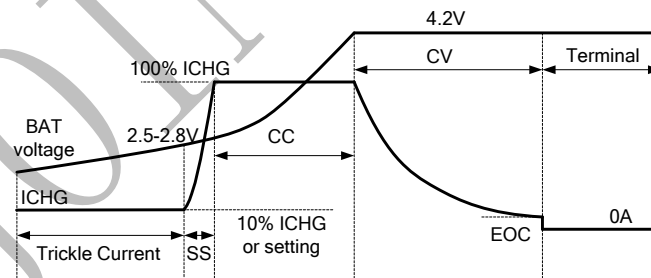

图 8: 充电过程示意图
图 8 显示 IP2333 线性充 4.2V 锂电池的典型充电模式和典型的充电过程。对于终端电压低于 pre-charge 门限 (VVBAT\_PRE) 的过放的电池, IP2333 将以 pre-charge (等于 CC/5) 的电流开始涓流充电 (Pre-charge Current)。当电池电压达到 Pre-charge 门限后, 芯片开始以设定值 (CC 寄存器 REG02[5:0] 设定) 的恒定电流充电。一旦电池电压达到 4.2V, 芯片将在恒压 (CV) 模式下工作, 直到电池充满电。在 CV 模式下, 充电电流下降, 当 CV 模式下的充电电流降低到 EOC 电流时, 充电指示灯指示充电截至且停止充电。